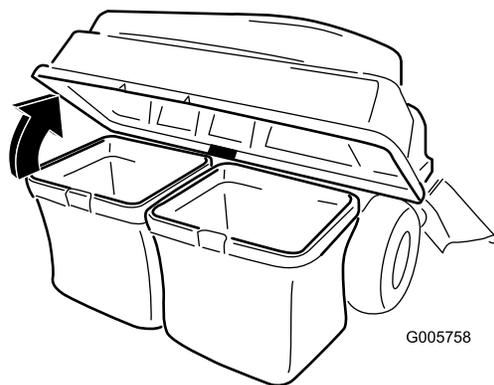

Figure 29
- Ouvrez (soulevez) le couvercle du système de ramassage (Figure 29).